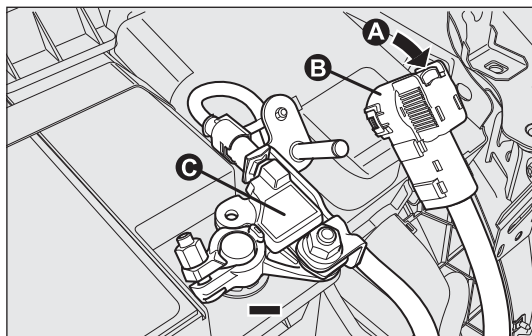

fig. 114
- ☐ pulsar el botón A-fig. 114 para desmontar el conector B del sensor C de monitoreo del estado de la batería (este último está ubicado en el polo negativo de la misma batería).